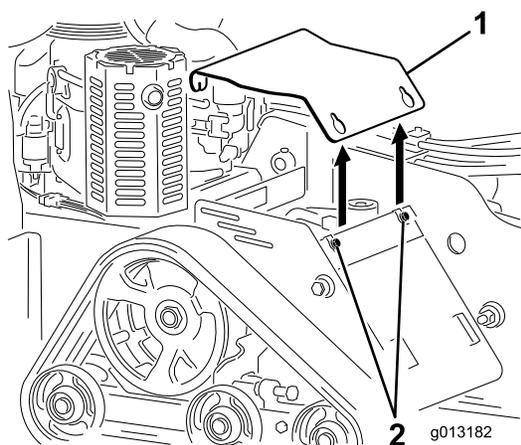

図 23
4. カバープレートをフレームに固定しているボルト3本を交互にゆるめてカバーが動くようにする 図 23。
6. 運転する時は必ずカバーを取り付ける。カバープレートを所定位置にセットし、外す時にゆるめたボルト3本で固定する 図 23。